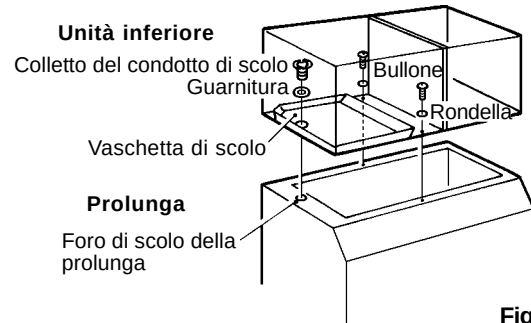

Fig. 6
5) Collegare l'unità inferiore (di tipo X) alla parte superiore della vaschetta di deposito. Vedere la Fig. 6.
6) Fissare l'unità inferiore con i due bulloni e le due rondelle in dotazione. Vedere la Fig. 6.
Allineare il foro di scolo della vaschetta di deposito con il foro di scolo della vaschetta di scolo. Inserire la guarnitura (accessorio della vaschetta) e serrare il colletto del condotto di scolo (accessorio della vaschetta), applicando una coppia non superiore al valore raccomandato di 39,2 Nm. Vedere la Fig. 6.